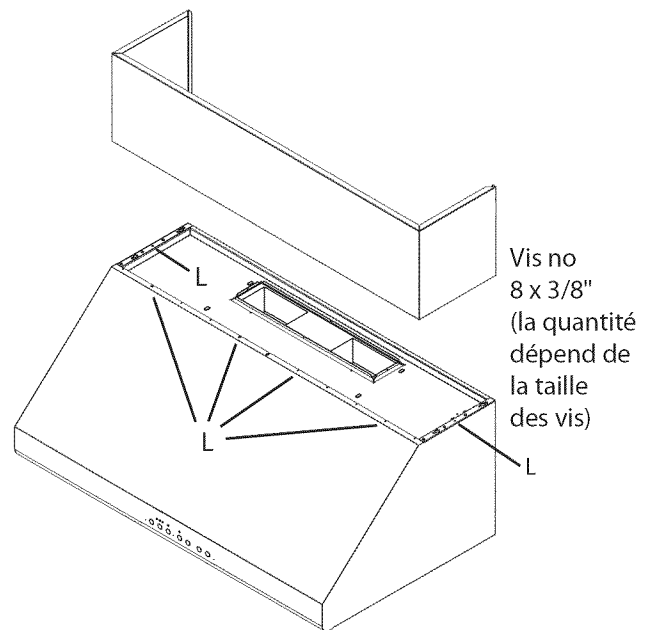

**Figure 9 : Emplacement des entailles en trous de serrure**
- Suspendez la hotte aux vis du support de bois par les entailles en trous de serrure étiquetées << I >> sur la Figure 9. Assurez-vous que le support de bois entre dans l'espace à l'arrière de la hotte.
16. À partir de l'intérieur de la hotte, vissez les vis (no 8 x 5/8") dans les trous situés face au support de bois. Voir les trous étiquetés << J >> (Figure 9).